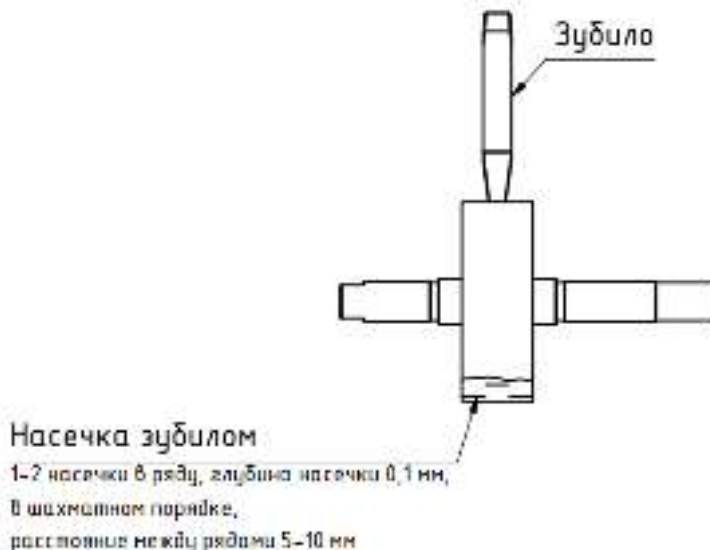

Рис. 6. Нанесение насечки на вальцах
- с помощью зубила и молотка, легкими ударами нанести насечку на вальцы (рис. 6).
Износ накатки вальцов	Вальцы ремонтпригодны, необходимо нанесение насечки см. п. 9.5, (рис.6)